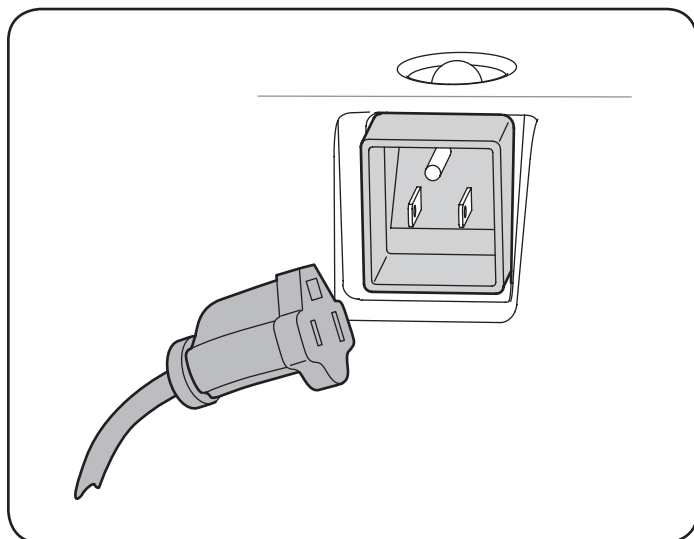

Figura 4
3. Conecte el prolongador a la salida situada en la superficie del motor. Conecte el otro extremo del prolongador a un tomacorriente de CA, 120 voltios con conexión a tierra, para tres patas, en un área bien ventilada. Vea la Figura 4.